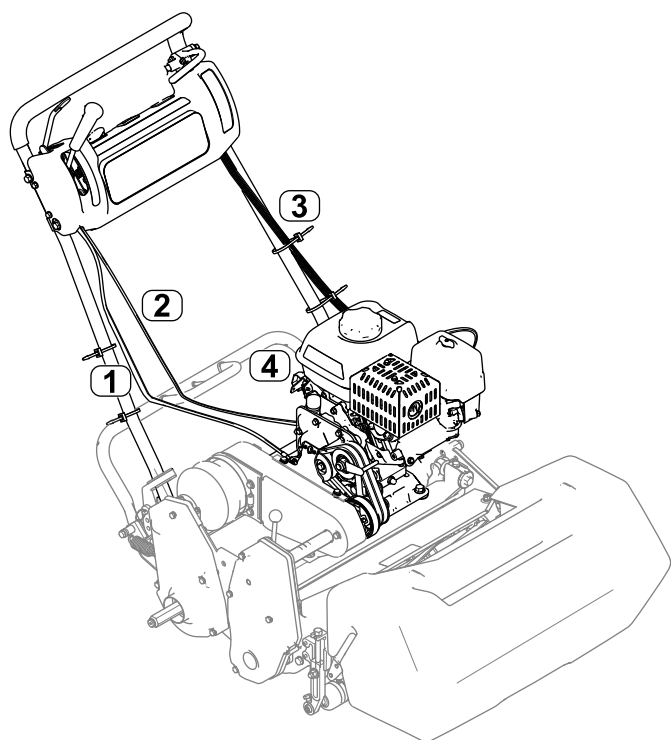

図 8
7. 機体にスロットルケーブルを取り付けるマシンのサービスマニュアルを参照 図 8。
注 スロットルケーブルの配設が 図 8 のようになっているか点検する。エンジン左側、エアクリナーカバーと燃料タンクとの間にケーブルを通す。
11. ワイヤハーネスをインタロックモジュールに取り付け、ハーネスをハンドルの左側まで配線する図 8。